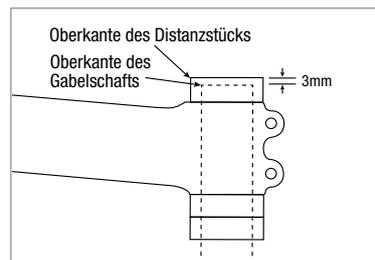

Abbildung 8
**HINWEIS:** Nachdem Abschneiden muss der Gabelschafteingangsöffnung sich 3 mm unterhalb des 10 mm Distanzstücks befinden, um die Montage der Abschlusskappe zu ermöglichen (Abbildung 8). Beziehen Sie sich auf die nachstehenden zwei unterschiedlichen Anweisungen für das Schneiden von Carbon oder Leichtmetall/Stahl.